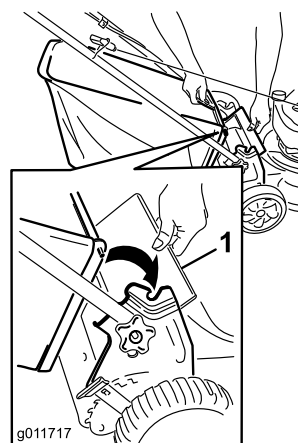

Рисунок 15
1. Поднимите задний отражатель (Рисунок 15).
2. Вставьте ручку мешка для травы в прорези на кронштейнах для ручки (Рисунок 15).